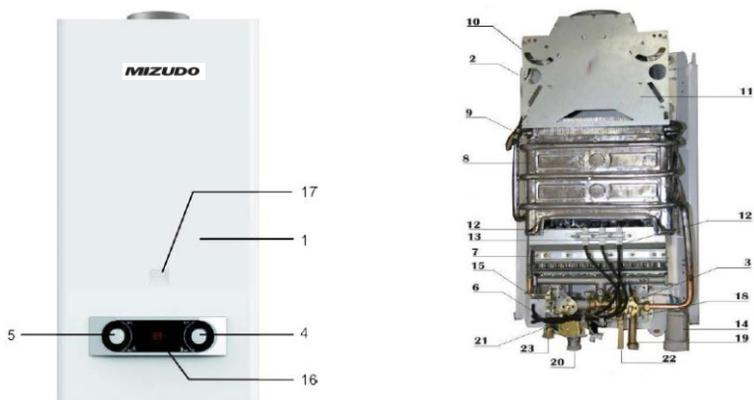

Рис. 1. Аппарат водонагревательный проточный газовый бытовой MIZUDO
Рис. 1а. Аппарат водонагревательный проточный газовый бытовой MIZUDO (модель с модуляцией пламени)
4.3.1 Аппарат настенного типа имеет прямоугольную форму, образуемую съемной облицовкой 1, установленной на каркасе 2 (см. рис. 1).
Водогазовый узел 3 (см. рис.1) предназначен для включения аппарата и обеспечения регулирования температуры воды и расхода газа. Узел состоит из двух регуляторов: водяного и газового, а также механического газового клапана.
Конструкция регулятора водяного осуществляет открывание механического газового клапана и подачу газа к горелке только при наличии протока воды, одновременно обеспечивая открывание электромагнитного клапана 6 (см. рис. 1).